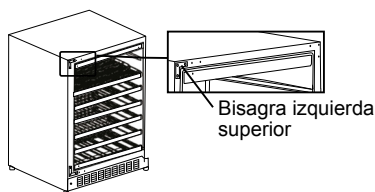

Figura 5
5. Instale la nueva bisagra superior izquierda (empaquetada dentro de la unidad) en la esquina izquierda del armario. (Consulte la Figura 5).